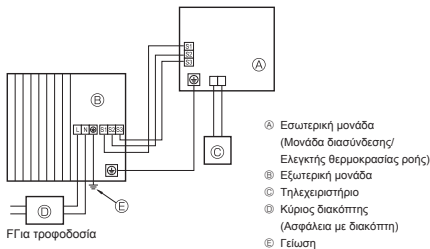
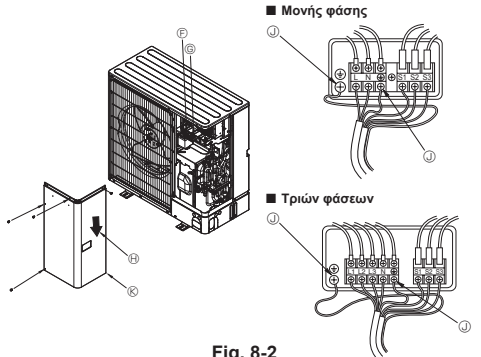

Fig. 8-1
Fig. 8-2
8.1. Εξωτερική μονάδα (Fig. 8-1, Fig. 8-2)
- ① Αφαιρέστε το πλαίσιο συντήρησης.
- ② Συνδέστε τα καλώδια που αναφέρονται στην Fig. 8-1 και στην Fig. 8-2.